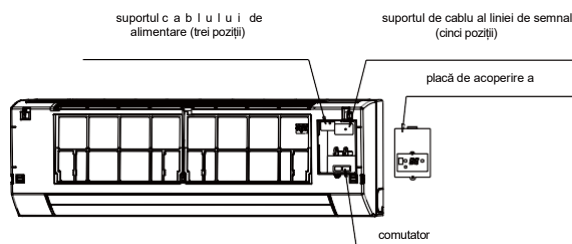

Fig. 7-2
- 2 Conectați individual cablul de alimentare și linia de semnal, reglați comutatorul dial. (Consultați Fig. 7-2)